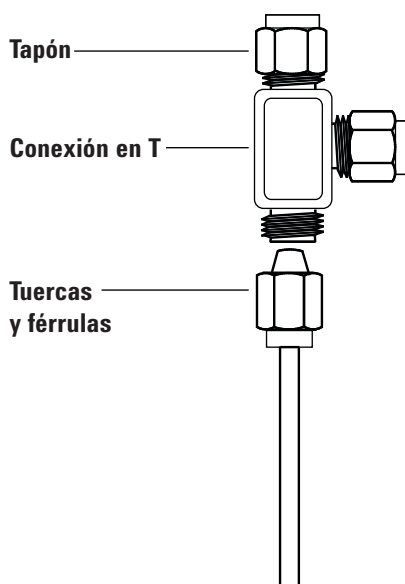

Figura 23 Unión en T Swagelok
- 1 Corte la tubería por el lugar donde desea colocar la unión en T. Conecte la tubería y la unión en T con una conexión Swagelok. Consulte la sección Figura 23.